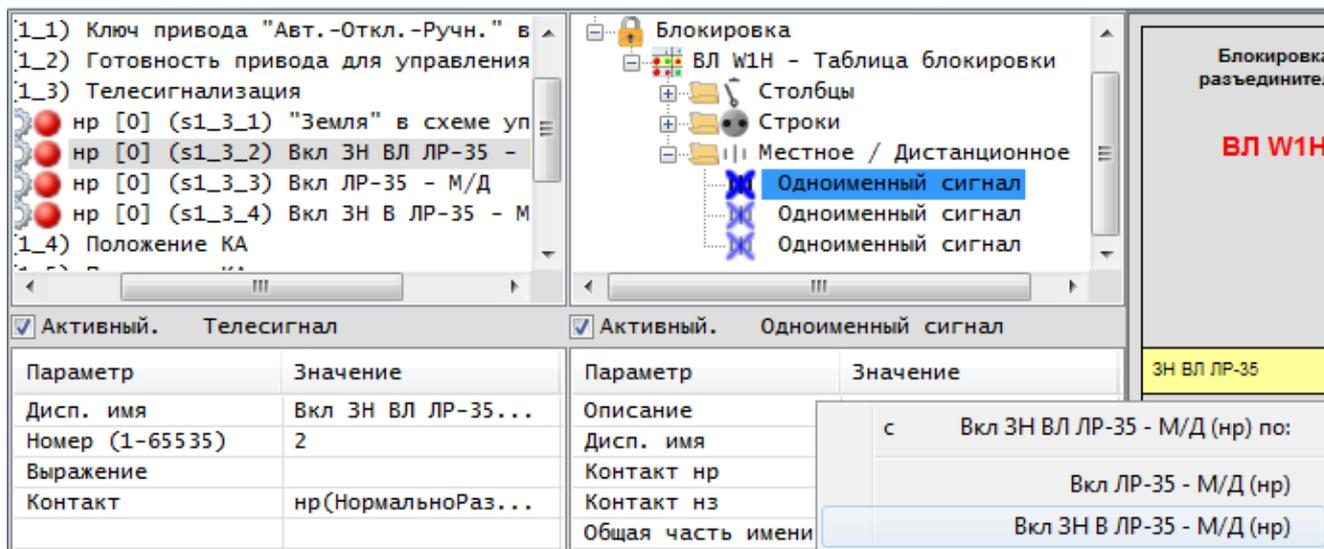

Рис. 6.41. Выбор последнего сигнала, который необходимо привязать «мастеру».
- В контекстном меню (списке сигналов) нужно выбрать последний сигнал, который необходимо привязать (смотрите Рис. 6.41).